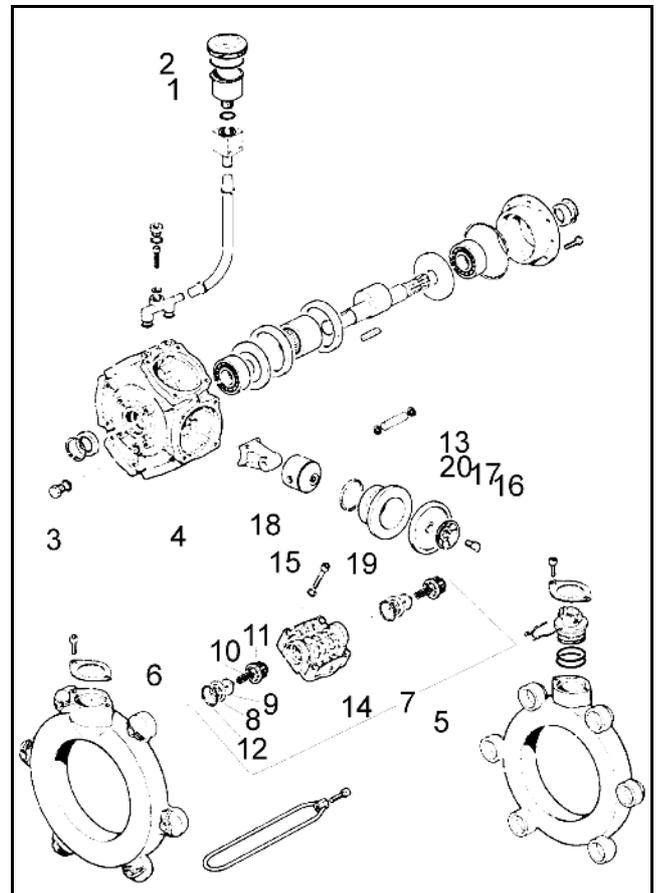

Fig. 9.2
- Quitar canal de aspiración y de presión (Fig. 9.2/5, 9.2/6).
- Extraer los grupos de válvulas (Fig. 9.2/7).
- Comprobar si existen daños o desgaste en asiento de válvula (Fig. 9.2/8), válvula (Fig. 9.2/9), resorte de válvula (Fig. 9.2/10) y guía de válvula (Fig. 9.2/11) y quitar anillo tórico (Fig. 9.2/12).